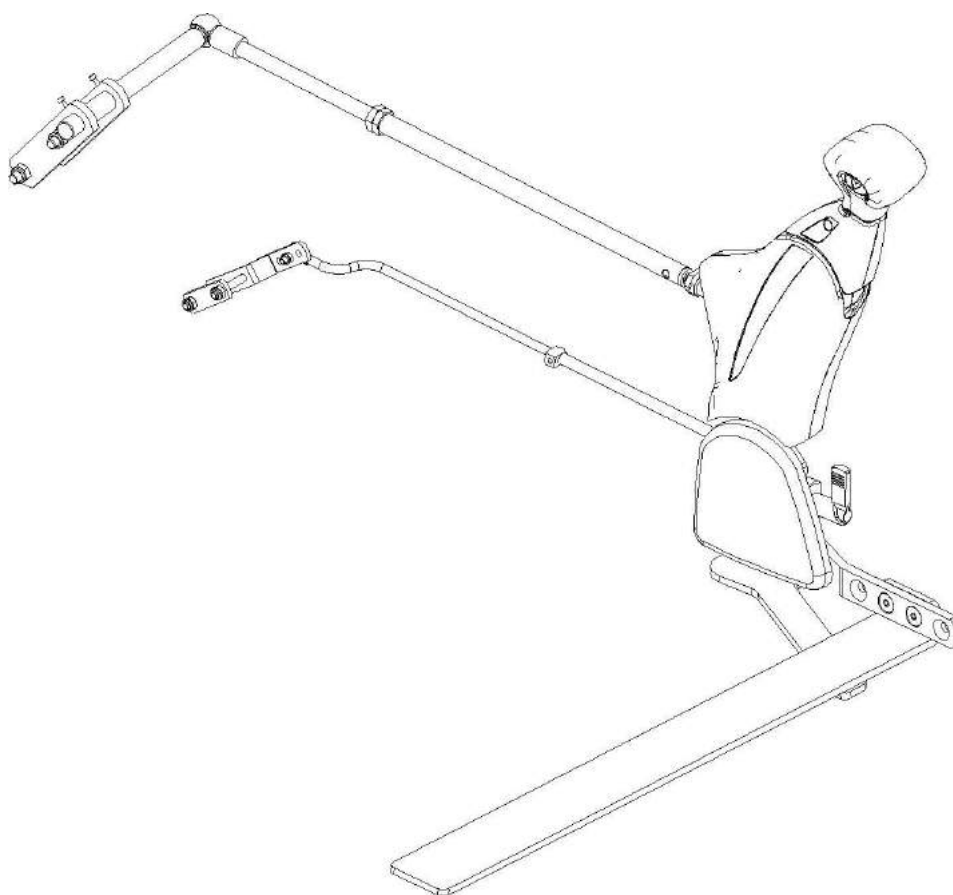

Рисунок 6: Connecting the Linkage (example)
После установки креплений для педалей тормоза и акселератора, рычаги для педали акселератора и тормоза должны быть подсоединены к ручному управлению. Рис. 6.
1. Установите рычаги для педалей тормоза и акселератора, как показано на рис. 6.